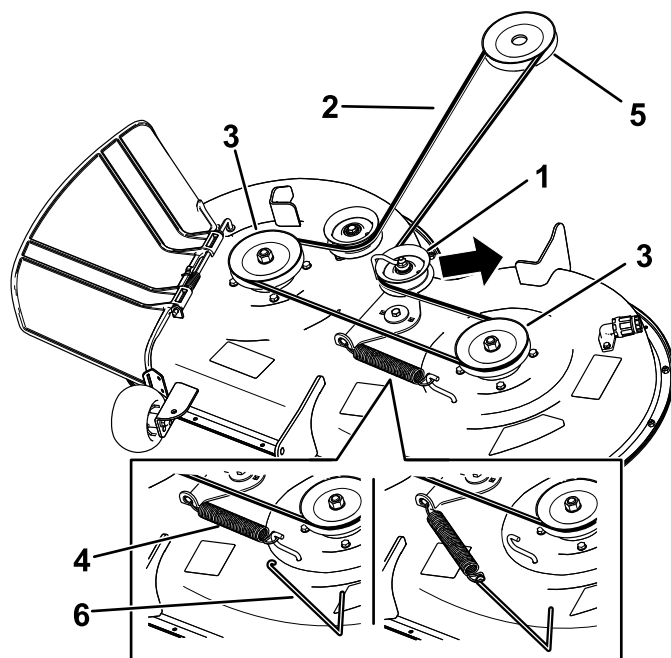

Figura 56
7. Con una herramienta para la retirada de muelles (Pieza Toro N.º 92-5771), retire el muelle tensor del gancho de la carcasa para eliminar la tensión de la polea tensora y retire la correa de las poleas (Figura 56).
8. Pase la correa nueva alrededor de las poleas del motor y del cortacésped (Figura 56).
9. Con una herramienta para la retirada de muelles (pieza Toro n.º 92-5771), instale el muelle tensor sobre el gancho de la carcasa y tense la polea tensora y la correa del cortacésped (Figura 56).